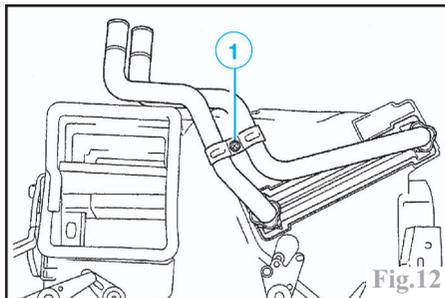

Fig.12
Déposer le bloc de chauffage (voir opération concernée) Déposer la vis de fixation (1) du radiateur située sur les tuyaux de chauffage (Fig.12). Sortir le radiateur de chauffage.